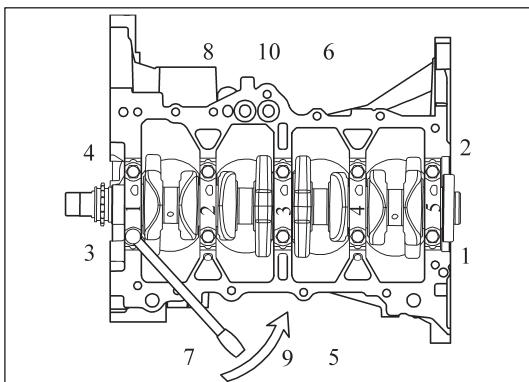

Рис. 13-3-4. Порядок снятия болтов коренных подшипников
- Открутить 10 болтов крышек коренных подшипников (M10×70.5), затем снять 5 крышек коренных подшипников, как изображено на Рис. 13-3-4.
Примечание. Пометить все снятые вкладыши коренных подшипников, чтобы не перепутать их. Болты коренных подшипников следует откручивать в последовательности, указанной на Рис. 13-3-4. Поднять коленчатый вал.